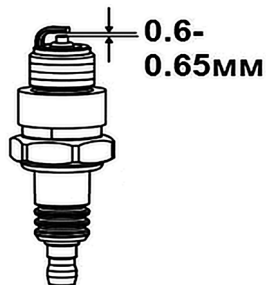

Рис. 23 Свеча зажигания
4. Измерьте зазор между электродами свечи зажигания специальным щупом. Зазор должен быть 0,6-0,65мм (Рис. 23). При увеличении или уменьшении требуемого зазора рекомендуется заменить свечу, так как регулировка зазора может привести к изменению качества искрообразования.